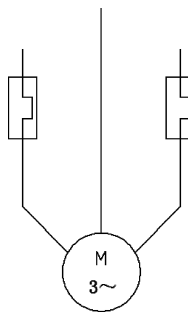

图 6-97 插入 F 图块
(6) 单击“默认”选项卡“块”面板中的“插入”按钮，将 F 图块插入到图形中，插入比例为 1，角度为 0，插入点为左边竖线端点，同时将其复制到右边竖线端点，如图 6-97 所示。